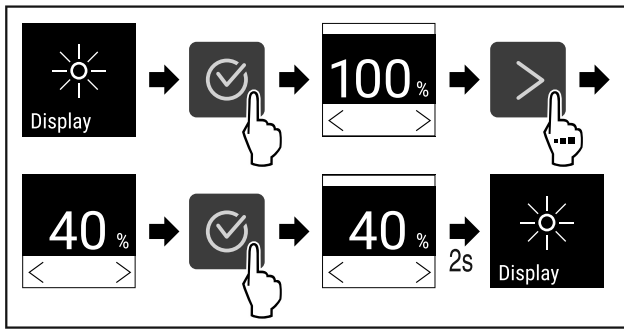

Fig. 101
- Suorita toimenpidevaiheet (katso Fig. 101).